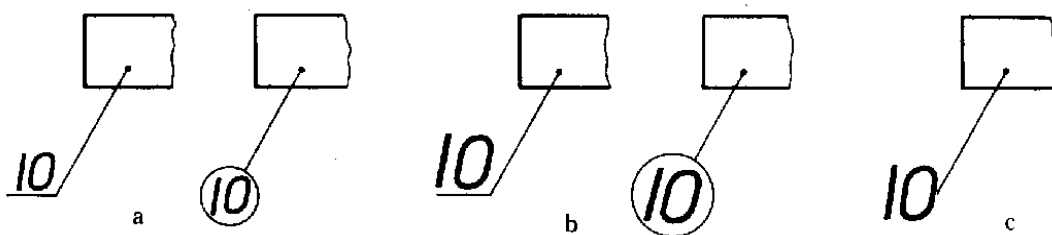

图 1
3.1.1 在指引线的水平线(细实线)上或圆(细实线)内注写序号，序号字高比该装配图中所注尺寸数字高度大一号(图 1 a)。
3.1.2 在指引线的水平线(细实线)上或圆(细实线)内注写序号，序号字高比该装配图中所注尺寸数字高度大两号(图 1 b)。
- 3.1.3 在指引线附近注写序号，序号字高比该装配图中所注尺寸数字高度大两号(图 1 c)。
- 3.4 指引线应自所指部分的可见轮廓内引出，并在末端画一圆点，见图 1。若所指部分(很薄的零件